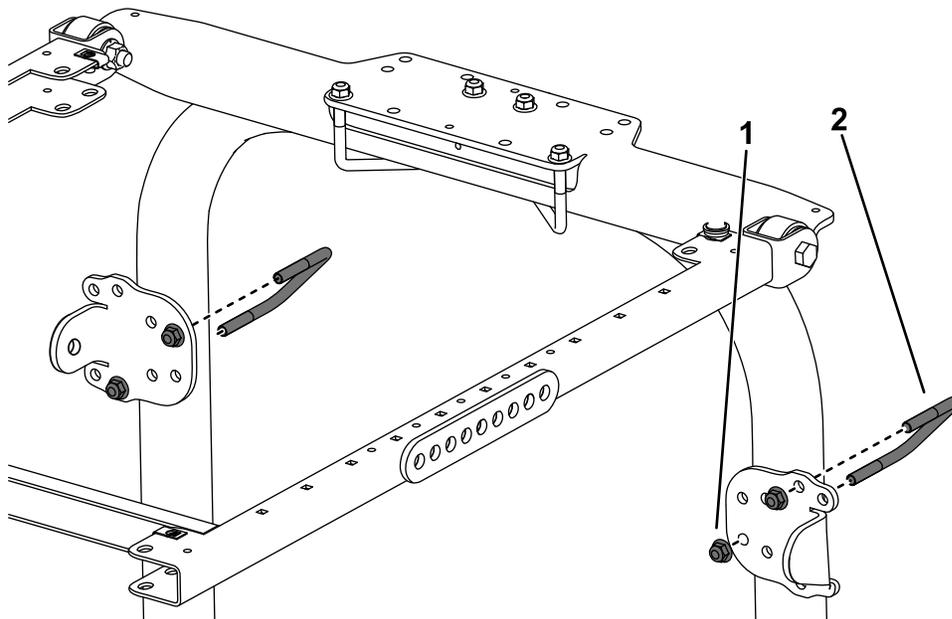

**Figura 16**
6. Posizionate la staffa di montaggio del ROPS sulla parte superiore del roll bar del trattorino (Figura 16).
7. Montate il gruppo del telaio sulla staffa di montaggio del ROPS (Figura 16).
8. Utilizzando i fori di montaggio illustrati nella Figura 16, montate la staffa di montaggio del ROPS sulla parte superiore del roll bar con 2 bulloni a U ( $4\frac{7}{8}$ " x  $2\frac{3}{4}$ " ) e 4 dadi flangiati.